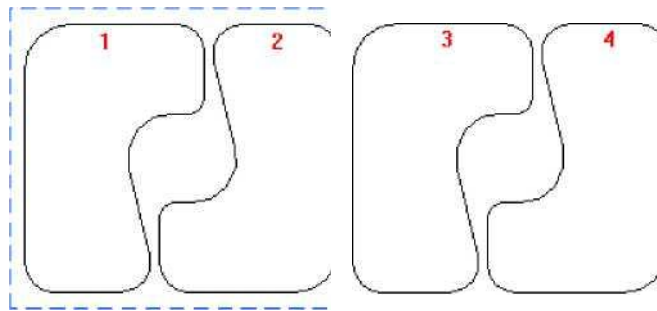

Рисунок 1
3. Нажмите кнопку «Добавить». Из выпадающего меню выбрать «Контур». Укажите контур 1 (см. Рисунок 1) и нажмите пробел или среднюю кнопку мыши для завершения операции.
7. Нажмите кнопку «Добавить». Из выпадающего меню выбрать «Контур». Укажите контур 2 (см. Рисунок 1) и нажмите пробел или среднюю кнопку мыши для завершения операции.
13. Нажмите кнопку «Добавить». Из выпадающего меню выбрать «Контур». Укажите контур 3 (см. Рисунок 1) и нажмите пробел или среднюю кнопку мыши для завершения операции.
19. Нажмите кнопку «Добавить». Из выпадающего меню выбрать «Контур». Укажите контур 4 (см. Рисунок 1) и нажмите пробел или среднюю кнопку мыши для завершения операции.